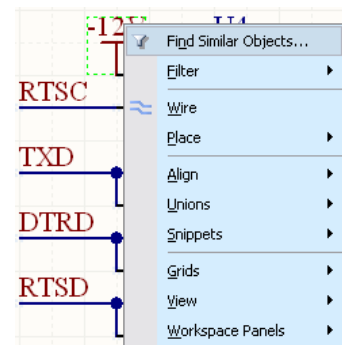

Рисунок 1
1. Первым шагом необходимо обнаружить один из данных портов на схеме, выполнить щелчок ПК на нём и выбрать **Find Similar Objects** (рис.1), после чего появится окно, показанное на рисунке 2.